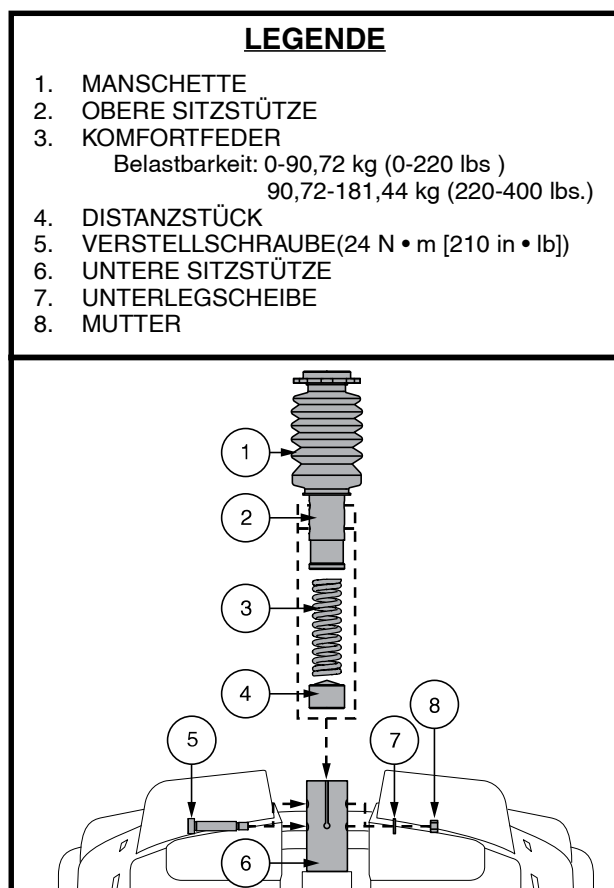

Abb. 24. Einstellung der Sitzhöhe - Komfort-Sitzstütze
4. Drücken Sie die Sitzstütze nach unten, während Sie die Verstellerschraube, Unterlegscheibe und Mutter lösen und entfernen. **Siehe Abb. 24.**
6. Bringen Sie die gewünschte Komfortfeder an. **Siehe Abb. 24.**